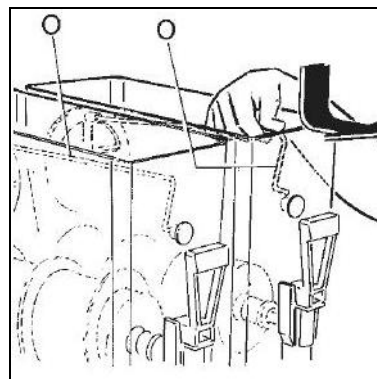

Fig. 11
- Remonter le dispositif de mélange supérieur (O) en faisant en sorte que sa couronne dentée soit en phase avec celle inférieure afin de faciliter le parfait encastrement du pivot avant dans son logement situé sur le bac (voir fig.11).